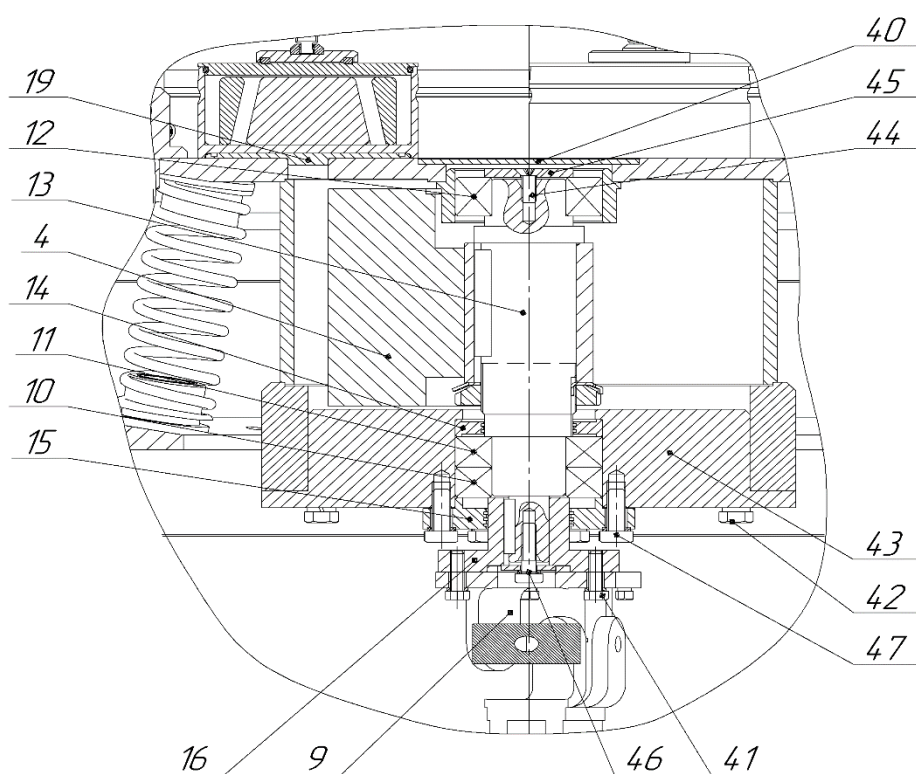

Рис. 6 – Обслуживание подшипников
- в. отсоединить карданный вал 9, открутив 4 болта 41 (Рис. 6);
- д. открутить 6 болтов 42 (Рис.6) и извлечь вал 13 в сборе с подшипниками, дебалансом 4 и противовесом 43;